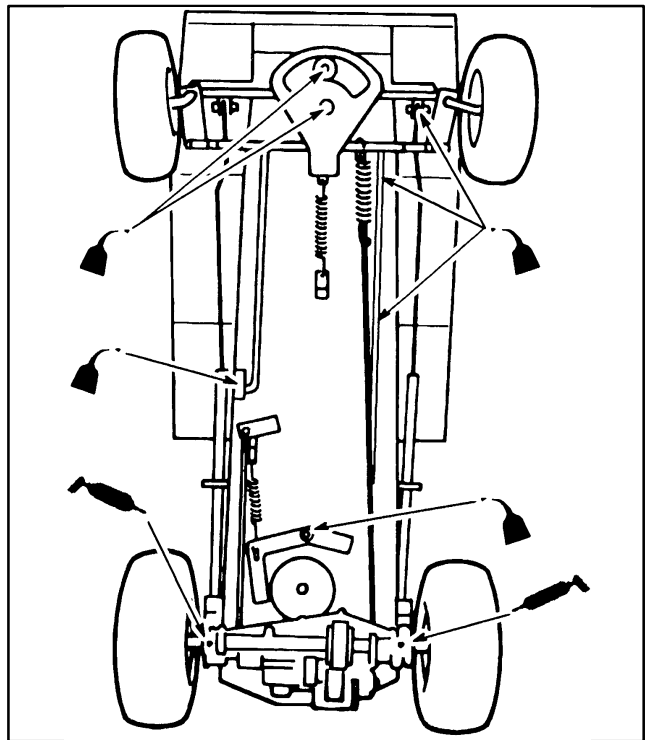
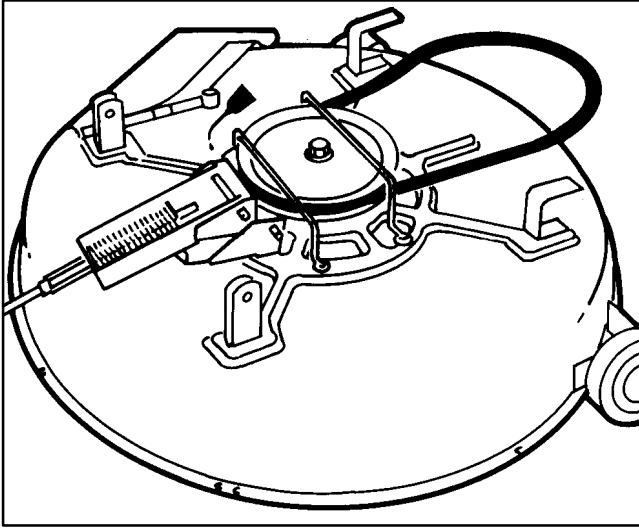

Abbildung 12
Abbildung 13
4. Die Hinterachse mit einem oder zwei Stößen Nr. 2 Allzweckschmierfett abschmieren. Die Schmiernippel befinden sich an der Innenseite der Hinterräder, unten am Getriebe (Abb. 12).
7. Die Gelenkpunkte an Lenkung, Antrieb, Bremse, Kupplung und Mähwerk–Gestänge mit einem leichten Maschinenöl ölen (Abb. 12). Ebenfalls das Mähwerk einölen (Abb. 13). Überflüssiges Öl abwischen.